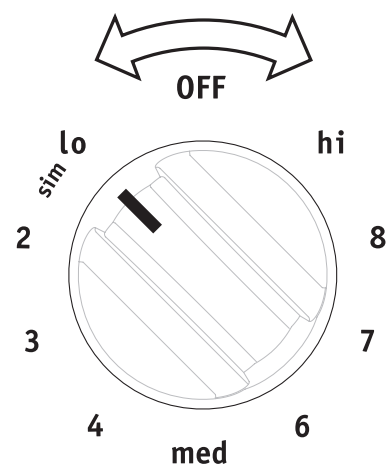

Fig. 1
2. Appuyez sur le bouton de commande de l'élément et tournez-le dans une direction ou l'autre, jusqu'à la température voulue. Commencez la plupart de vos cuissons par un réglage plus élevé, puis baissez le réglage pour terminer la cuisson. Les boutons n'ont pas à être positionnés à un réglage en particulier. Utilisez les réglages fournis comme repères et ajustez le bouton de commande, au besoin (Fig. 1). Chaque élément de surface fournit une quantité de chaleur constante à chacun des réglages. Pour plus de détails, reportez-vous à **Tableau des réglages suggérés pour les éléments** (Fig. 2).